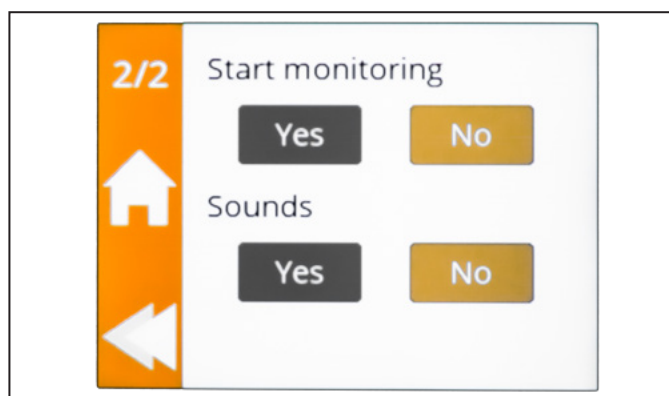

Рисунок 5.6 Меню «Настройки» (Settings) 2/2
- Открыть меню **Настройки (Settings)** и пролистать до второй страницы, см. Рисунок 5.6.